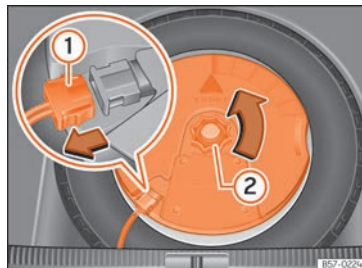

Abb. 199 Im Gepäckraum: Subwoofer ausbauen.
- Klemmen Sie das *Subwoofer*-Lautsprecherkabel ab »» Abb. 199 ①.
- Drehen Sie das Befestigungshandrad entgegen dem Uhrzeigersinn heraus »» Abb. 199 ②.